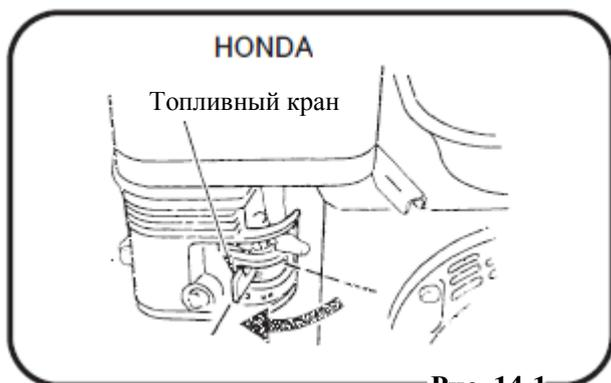

Рис. 14-1
2. Закройте (бензиновый двигатель) топливный кран (рис. 14-1, 14-2).